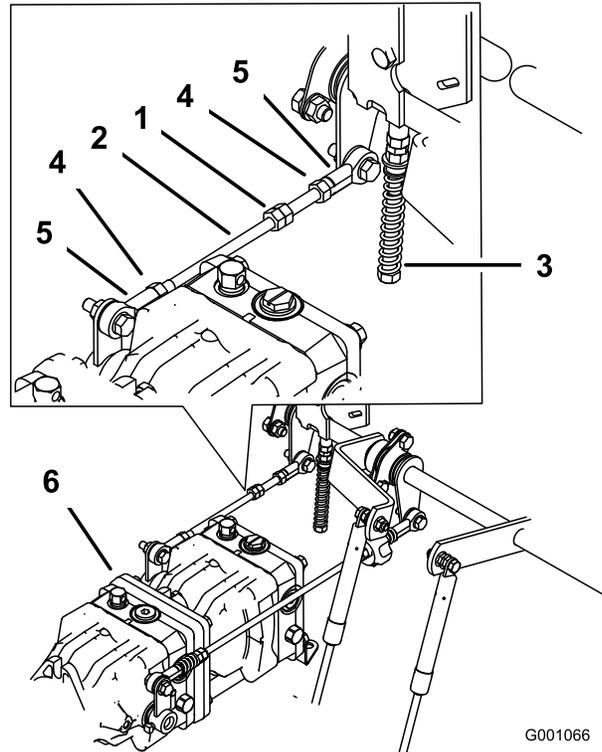

Bild 103
1. Lockern Sie die Sicherungsmuttern an den Kugelgelenken der Pumpensteuerungsstange (Bild 103).
3. Stellen Sie die Länge der Pumpenstange ein, indem Sie die Doppelmuttern an der Stange so weit in die entsprechende Richtung drehen, bis das Rad stillsteht oder sich leicht zurückdreht (Bild 103).
6. Ziehen Sie die Klemmmuttern an den Kugelgelenken fest (Bild 103).